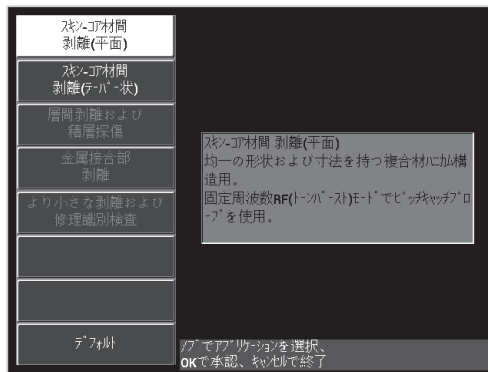
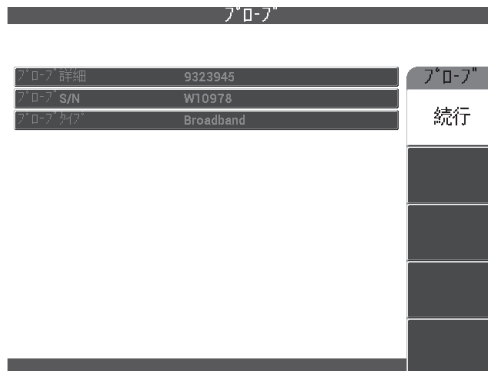
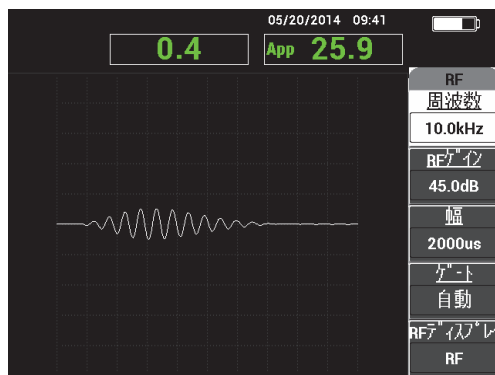

図 3-2 クイックセットアップメニューのアプリケーションの選択
図 3-3 PowerLink 認識画面
図 3-4 メインの探傷画面
- プローブが接続されていない場合や PowerLink タイプのプローブが接続されていない場合は、BondMaster 600 ソフトウェア画面で最初にアプリケーションのクリックセットアップメニューが表示されます（62 ページの図 3-2 参照）。このメニューの基本的なアプリケーションの中から 1 つを選択すると、使用する装置に適した設定が自動的に開始されます。
- PowerLink プローブが接続されている場合、BondMaster 600 では PowerLink 認識画面が起動し、このタイプのプローブ用の装置の設定が自動的に行われます (62 ページの図 3-3 参照)。
- ◆ PowerLink プローブが接続されており、PowerLink 認識画面が表示されているときに (62 ページの図 3-3 参照) A キーを押すと、PowerLink プローブに保存されているプログラムが読み込まれ、BondMaster 600 が自動的にセットアップされます。
クイックセットアップメニューまたは PowerLink メニューの初期ステップを完了すると、メインの探傷画面が表示されます (64 ページの図 3-4 参照)。
64 ページの図 3-4 は、メインの探傷画面の一般的な例です。実際の画面は、選択したアプリケーション、または読み込まれた PowerLink アプリケーション（プログラム）によって異なります（62 ページの図 3-2 および 62 ページの図 3-3 参照）。